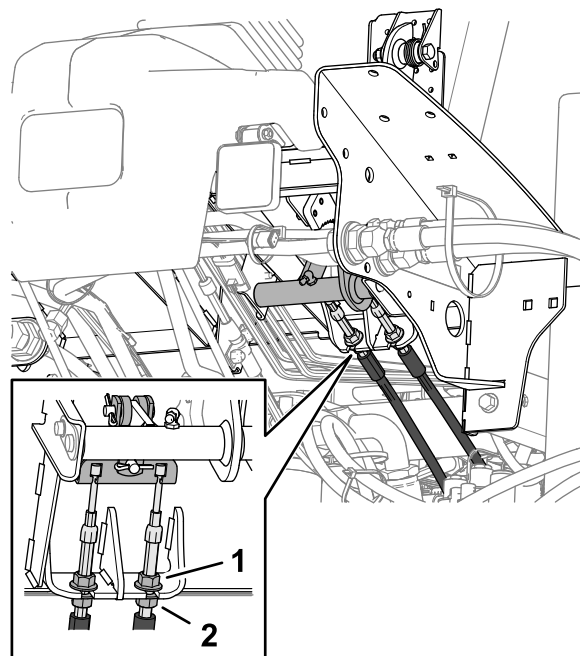

Figura 108
5. Para reduzir a folga do pedal de travão, solte as porcas de retenção frontais na extremidade roscada de cada cabo de travão (Figura 108).